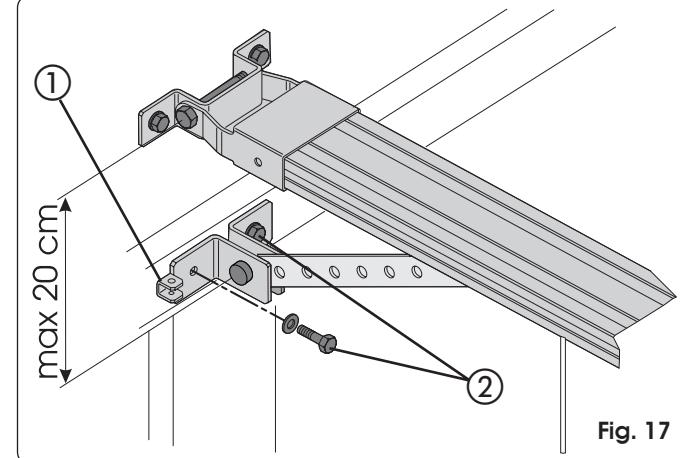

Fig. 17
que le trou de passage du fil de déverrouillage soit tourné vers le côté gauche de la porte (ref. ① Fig. 17).
- 4) Contrôler que la distance entre les entraxes des trous de fixation de la patte d'attache antérieure et de la patte d'attache sur la porte n'est pas supérieure à 20 cm (Fig. 17). Pour un fonctionnement correct de l'automatisme, on conseille d'éviter d'incliner le bras de plus de 30° par rapport au rail de guidage.
- 6) Tracer, percer et fixer la patte d'attache à la porte, par l'intermédiaire des vis (ref ② Fig. 17) **NON** fournies.